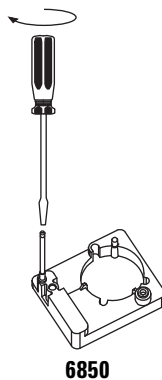

Figure 13 Installation de la tige de montage sur un CPG 6850
- **CPG série 6850.** Installation dans le support de montage de l'injecteur. Desserrez les vis de l'injecteur, puis installez la tige et resserrez les vis. La tige doit être entièrement enfoncée (voir Figure 13).